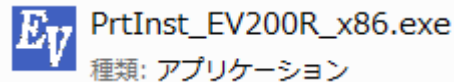
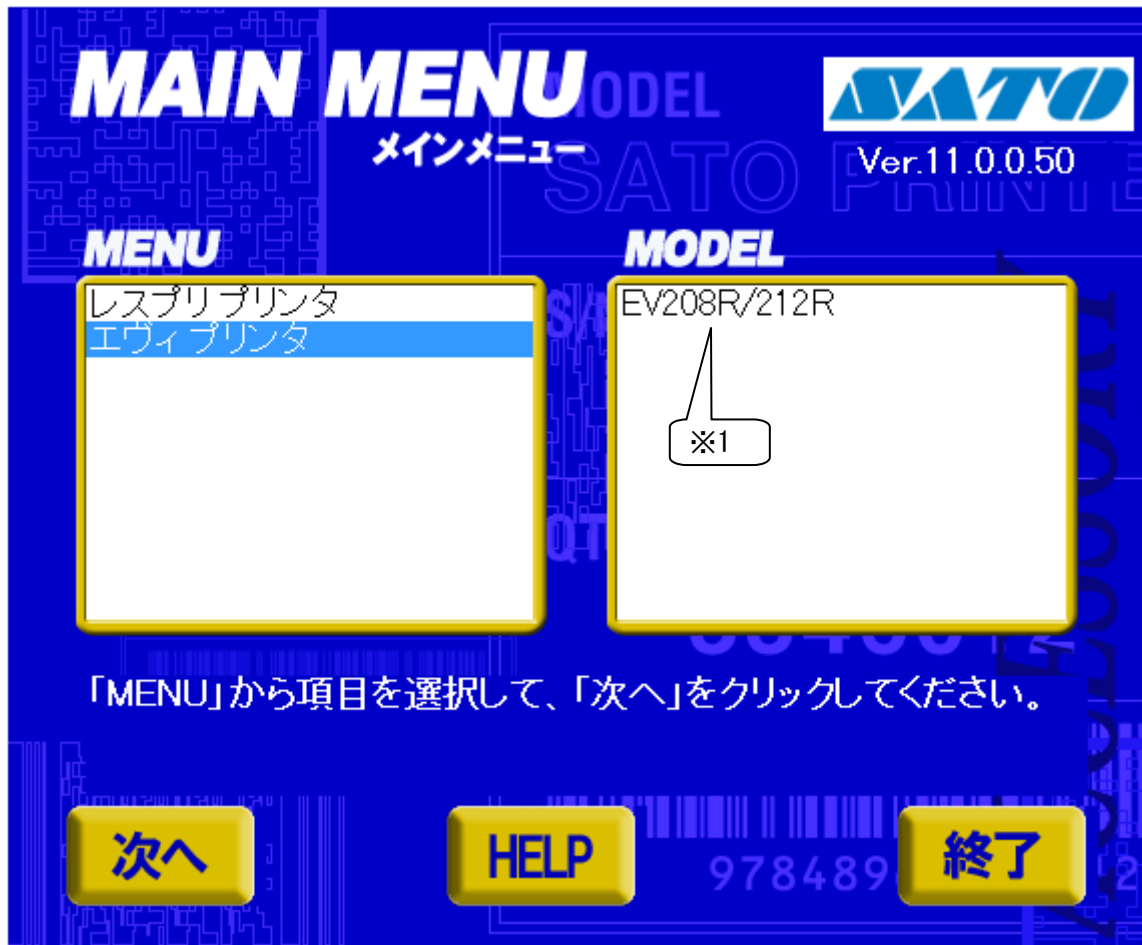

図 2 インストーラ／アンインストーラ
図 2.1 メインメニュー画面
「SATO アクセサリ CD-ROM」を CD-ROM ドライブにセットしてください。自動的^{※2}に図 2.1 に示す画面が表示されますので、画面中「MENU」で「エヴィプリンタ」を選択し、「次へ」をクリックします。
- ※2 図 2.1 の画面が自動的に表示されない場合は、アクセサリ CD-ROM 内の「MainMenu.exe」をダブルクリックしてください。
「図 2 インストーラ／アンインストーラ」に示したファイルをダブルクリックする、もしくは「図 2.1 メインメニュー画面」でプリンタ名をダブルクリックすることにより、本画面が表示されます。